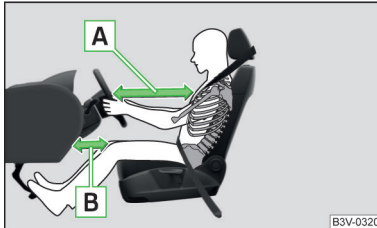

Abb. 22
- Für den Fahrer und Beifahrer ist es wichtig, einen Abstand von mindestens 25 cm zum Lenkrad bzw. zur Schalttafel einzuhalten » Abb. 22 - **A**. Wenn Sie diesen Abstand nicht einhalten, kann Sie das Airbag-System nicht schützen - Lebensgefahr! Die Vordersitze und die Kopfstützen müssen immer der Körpergröße entsprechend richtig eingestellt sein.
- Den Fahrersitz in Längsrichtung so einstellen, dass der Abstand der Beine zur Schalttafel im Bereich des Knieairbags mindestens 6 cm beträgt » Abb. 22 - **B**. Falls es aus Gründen der Körpergröße nicht möglich sein sollte, diese Bedingung zu erfüllen, dann ist ein Fachbetrieb aufzusuchen.